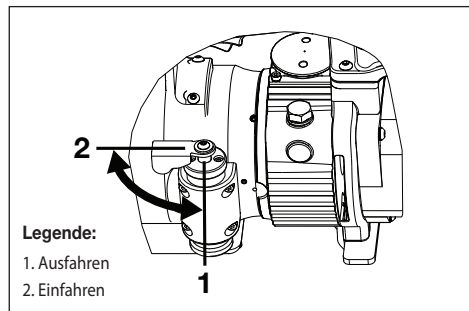

Abbildung 4, Positionen des Richtungshebels
Der Richtungshebel befindet sich an der linken Seite des Werkzeugs. Die Hebelposition bestimmt die Bewegungsrichtung des Kolbens, sobald das Schneidgerät in Betrieb ist. Siehe Abbildung 4.
6. Stellen Sie sicher, dass der Richtungshebel in Ausfahrposition steht. Siehe Abbildung 4.
9. Richtungshebel auf Einfahrposition einstellen. Siehe Abbildung 4.